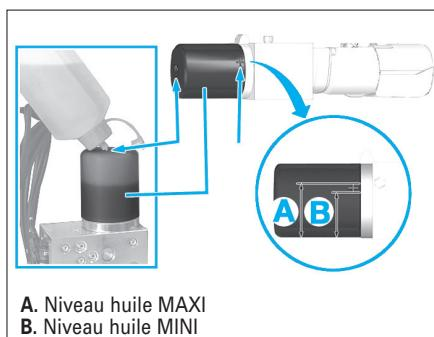

Fig. 129
- les vis (15), (16), (29), (31) à  $0,33 \pm 0,03$  daN.m,
- les vis (18), (21) à  $0,25 \pm 0,05$  daN.m.
- Si nécessaire, effectuer la mise à niveau comme illustré (Fig.129).